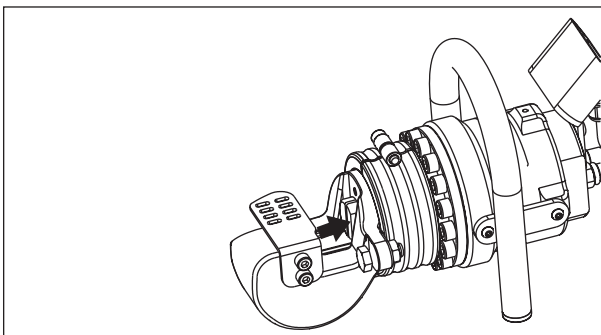

图 6，处于原位（完全缩回）位置的活塞和刀片
在切割头内放置任何材料前，务必确保活塞和移动刀片处于完全缩回的“原位”位置。参见图 6。
2. 确保活塞处于“原位”（完全缩回）位置。参见图 6。